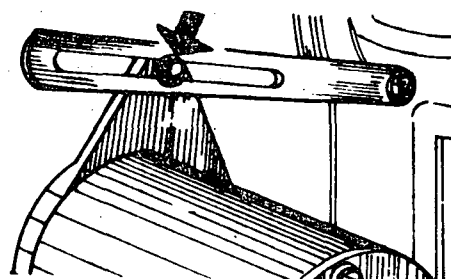

Fig. 5
- b Solte o parafuso que prende o dínamo no cursor (fig. 5).